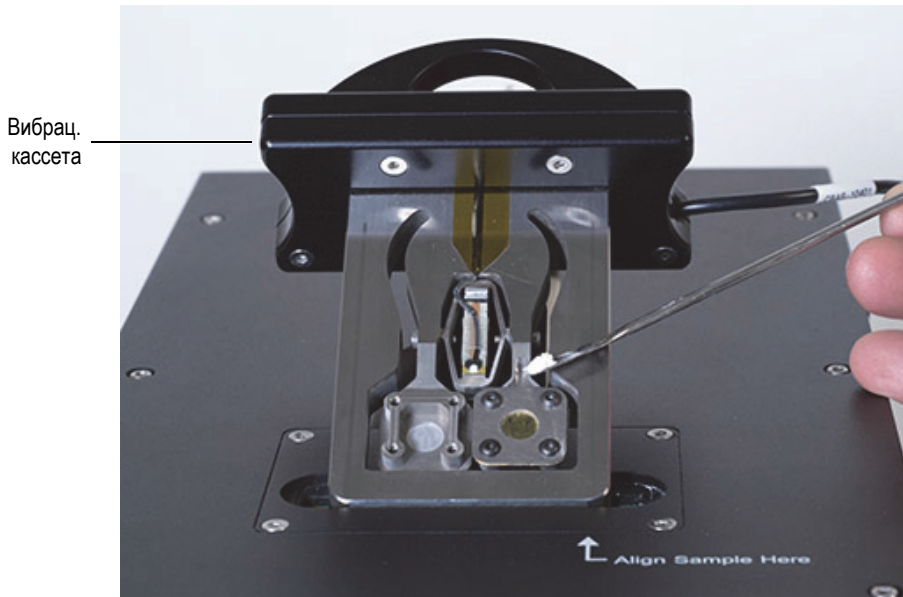

Рис. 3-14 Загрузка образца
2. Вставьте держатель проб в вибрационную кассету и постепенно загрузите небольшое количество (достаточное для покрытия поверхности) исследуемого материала в кювету со стороны А (см. Рис. 3-14 на стр. 56). Образец должен составлять примерно 50 мг крупномолотого порошка (100–150 мкм).